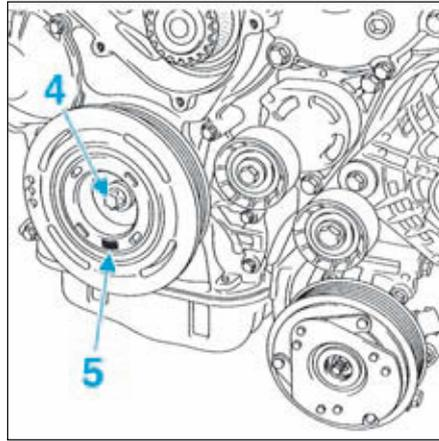

FIG. 109
- A l'aide de la vis (4), placer le repère "PMH" (5) figurant sur la poulie de vilebrequin quasiment à la verticale (Fig.109).